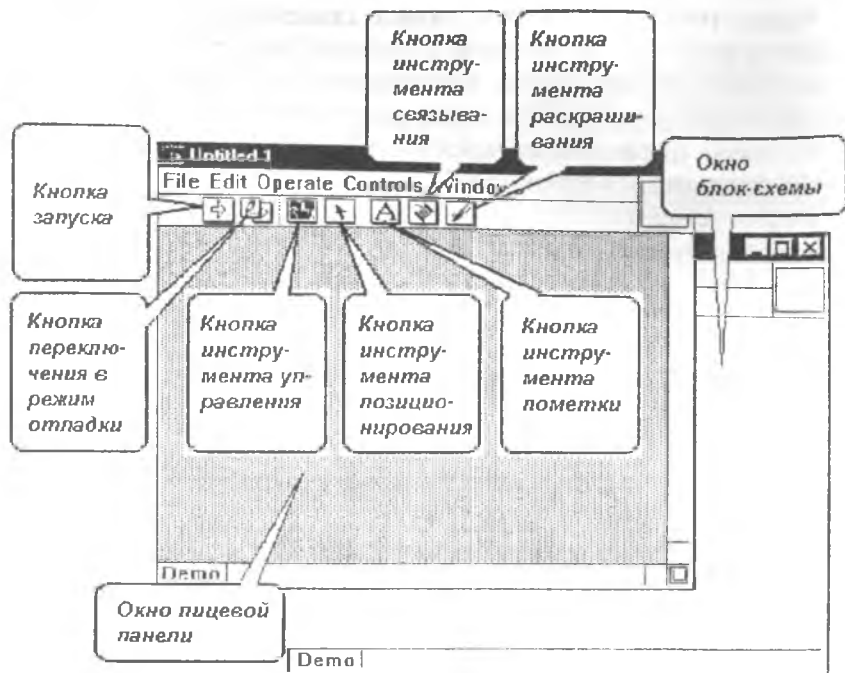

Рис. 2.1. Вид окон после запуска LabVIEW
Шаг 2. Установите курсор примерно в центре лицевой панели (см. рис. 2.1). Щелкните правой кнопкой мыши и удерживайте ее до тех пор, пока не появится всплывающее меню "Controls" ("Средства управления"). Вызов всплывающего меню правой кнопкой мыши - наиболее предпочтительный метод создания и изменения объектов LabVIEW.
- щелчком по пиктограмме инструмента пометки (см. рис. 2.1) выберите инструмент пометки ("буковку");